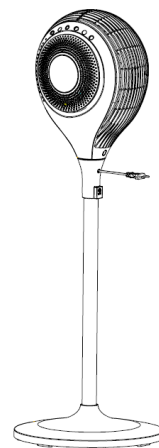

Рис. 4
5. Поставте вентилятор на підлогу та увімкніть його. (Рис. 4)